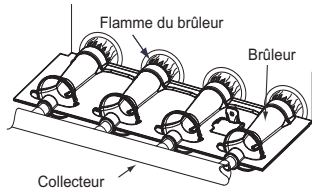

Figure 66 – Flamme du brûleur
11. Vérifiez le fonctionnement de la chaudière sur 2 cycles de chauffage complets. Inspectez les brûleurs. La flamme du brûleur doit être d'un bleu clair, presque transparent. Consultez la figure 66.